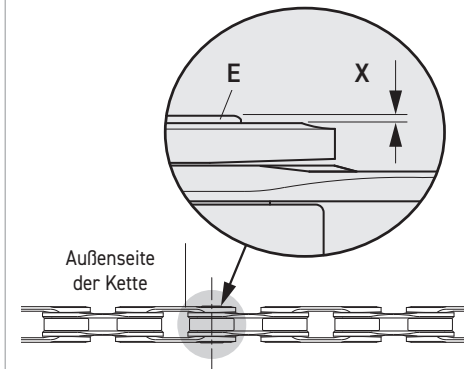

Abb.22
- Das leichte Vorstehen (X) des Stiftes (E) aus dem Kettenglied (an der Außenseite der Kette) (Abb. 22) ist ganz normal und stört die normale Gleitbewegung der Kette nicht.